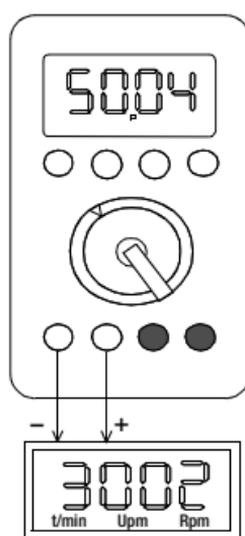

Bild 17 Anschluß der Meßleitungen
- ⇨ Stellen Sie den Funktionsschalter (6) auf „ □ □ □ □ “
- ⇨ Schließen Sie den Prüfling über die Meßleitungen gemäß Bild 17 an.